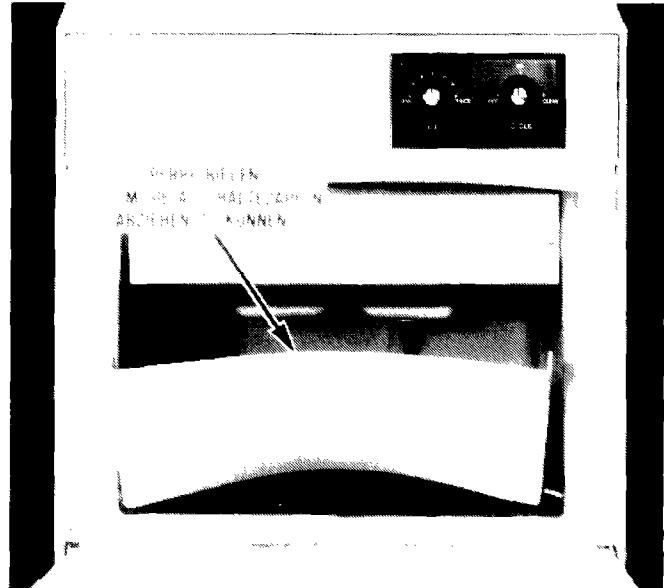

ABB. 6
11. Eisspalte entfernen (Abb. 6).